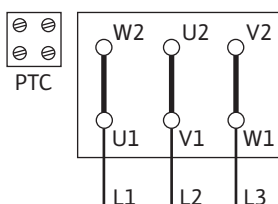
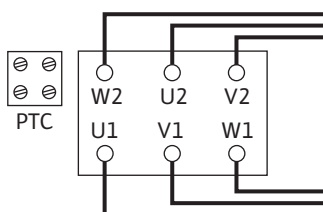

Fig. 10: Y-Δ-start
Fig. 11: Δ-koppling
- Nätanslutningen är beroende av motoreffekten P2, nätspänningen och tillslagstypen. Nödvändiga byglingar i kopplingsboxen anges i följande tabell samt Fig. 10 och Fig. 11.
Y-Δ-start (standard)	Ta bort byglingarna (Fig. 10).
Start via styrningen	Δ-koppling (Fig. 11)